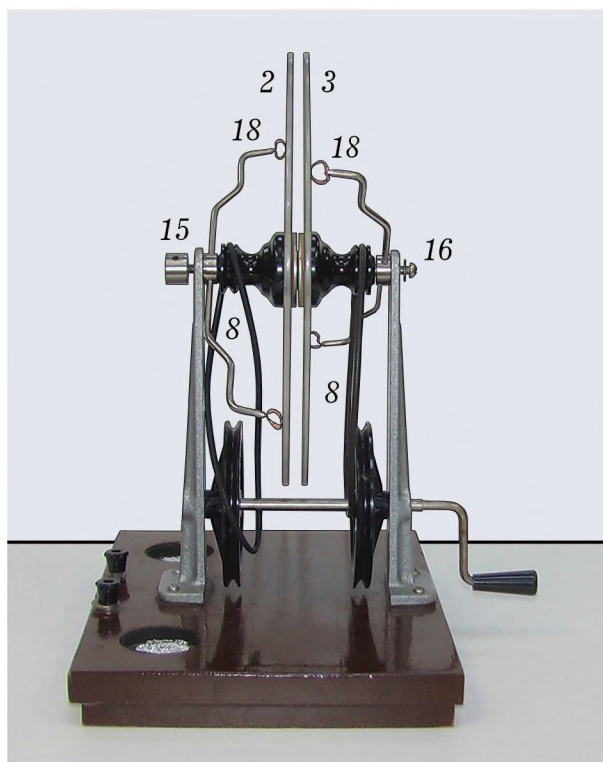

Рис. 8. Электрофорная машина без передней части
1. Освобождение приводных ремней. Снимите приводные ремни *8* сначала с малых верхних шкивов *4*, закрепленных на дисках, а затем с больших нижних шкивов *6* так, чтобы они висели на верхней оси *14* (рис. 8).
2. Освобождение оси с дисками. На рис. 8 показан вид сбоку электрофорной машины без передней части. Хорошо видно, что при разборке вначале нужно открутить расположенную на верхней оси 14 спереди круглую гайку 15. Для этого в имеющееся сбоку гайки цилиндрическое углубление вставьте конец стального стержня (хвостовик подходящего сверла) и, действуя этим стержнем как рычагом, произведите откручивание. Затем, придерживая диски рукой, отверткой выверните винт 16 с шайбой из заднего конца верхней оси.
1. Сборка нижней части машины. На стойки накиньте приводные резиновые ремни, в отверстие задней стойки проденьте нижнюю ось и последовательно наденьте на нее задний и передний большие шкивы. Введите конец оси в отверстие на передней стойке и винтами закрепите шкивы на оси так, чтобы концы винтов вошли в предназначенные для них углубления (рис. 8).
4. Сборка верхней части машины. На верхнюю ось машины последовательно наденьте передний диск с малым шкивом, промасленную картонную прокладку и задний диск с малым шкивом. Затем на верхнюю ось накиньте без перекручивания передний ремень и с перекручиванием задний ремень (рис. 8). После этого на ось наденьте передний и задний нейтрализаторы. Далее резьбовой конец верхней оси с установленными на ней деталями введите в отверстие в передней стойке машины и второй конец оси расположите так, чтобы его отверстие с внутренней резьбой оказалось против отверстия в задней стойке машины. Закрепите верхнюю ось
с дисками винтом с шайбой к задней стойке и круглой гайкой к передней стойке. На рис. 8 приведена фотография, которая позволяет наглядно представить последовательность выполнения описанных здесь действий. Накиньте передний неперекрытый резиновый ремень сначала на нижний большой шкив и затем на верхний малый шкив. Аналогичным образом соедините верхний и нижний задние шкивы перекрытым ремнем.
5. Установка передней части машины. Собранный переднюю часть машины лейденскими банками установите в углубления основания и планку с электродами закрепите винтом в резьбовом отверстии гайки, которая крепит верхнюю ось (рис. 8).